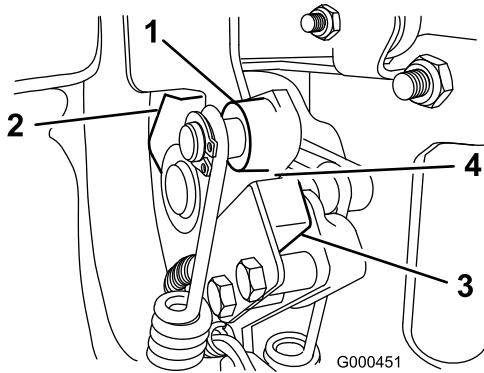

Bild 29
2. Legen Sie den Fahrtriebshebel ein, bis er den Neutral-Stopp berührt (Bild 29).
3. Lösen Sie die Befestigungsschrauben des Sicherheitsschalters (Bild 29).
4. Legen Sie eine 0,8 mm dicke Beilagscheibe zwischen dem Fahrtriebshebel und dem Sicherheitsschalter (Bild 29).